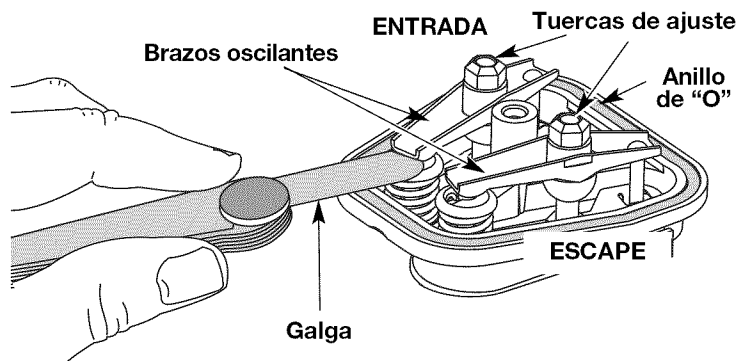

Fig. 30
- El pistón se encuentre en la parte superior de su recorrido mientras mira dentro del orificio de la bujía de encendido (Fig. 30).
válvula. Mida el huelgo entre el vástago de la válvula y el brazo oscilante (Fig. 30 y 31). Realice esto en las válvulas de entrada y de escape.
El huelgo recomendado para las válvulas de entrada y de escape es 0,076 – 0,152 mm (0,003 – 0,006 pulgadas). Use un calibrador regular de automóvil de 0,127 mm (0,005 pulgadas). El calibrador debe deslizarse entre el balancín y el vástago de la válvula con una ligera cantidad de resistencia, sin doblarse (Fig. 30 y 31).